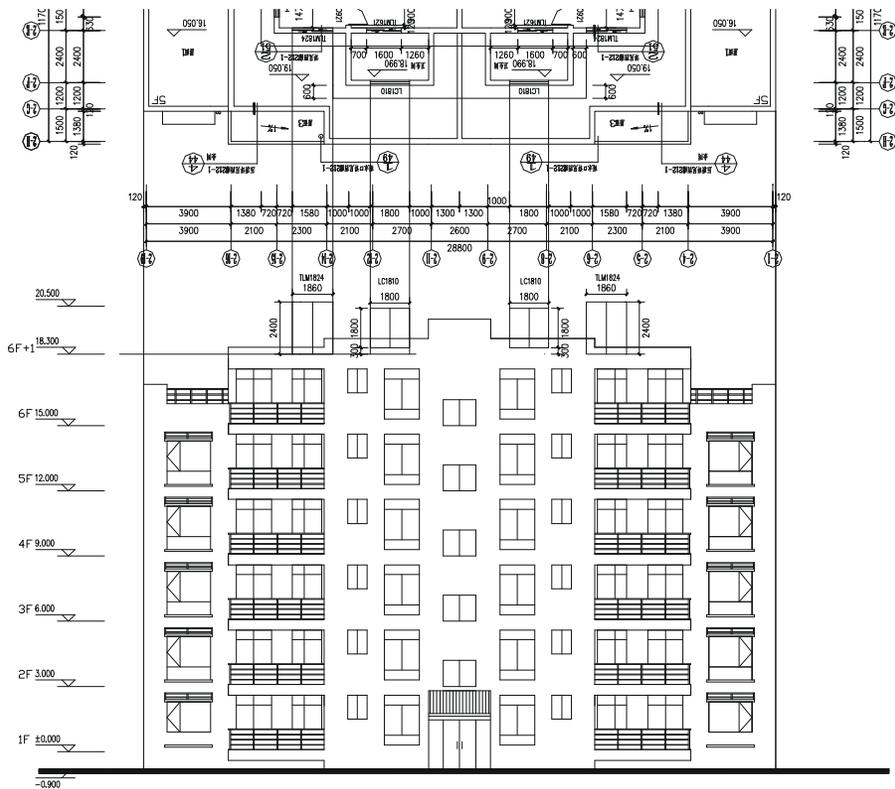
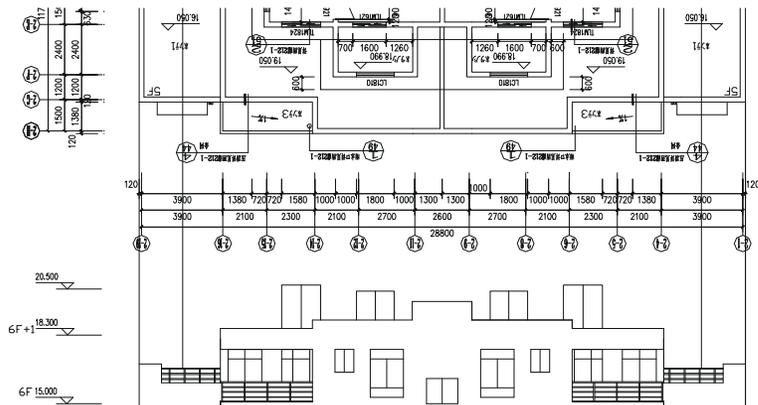

图 12-1-12
图 12-1-13
**STEP 22** 使用偏移命令 OFFSET 偏移楼层线来确定窗户的高度，再使用绘制矩形的方法绘制出如图 12-1-12 所示的门窗。
**STEP 23** 使用修剪命令 TRIM 对如图 12-1-12 所的门窗进行修剪，如图 12-1-13 所示。